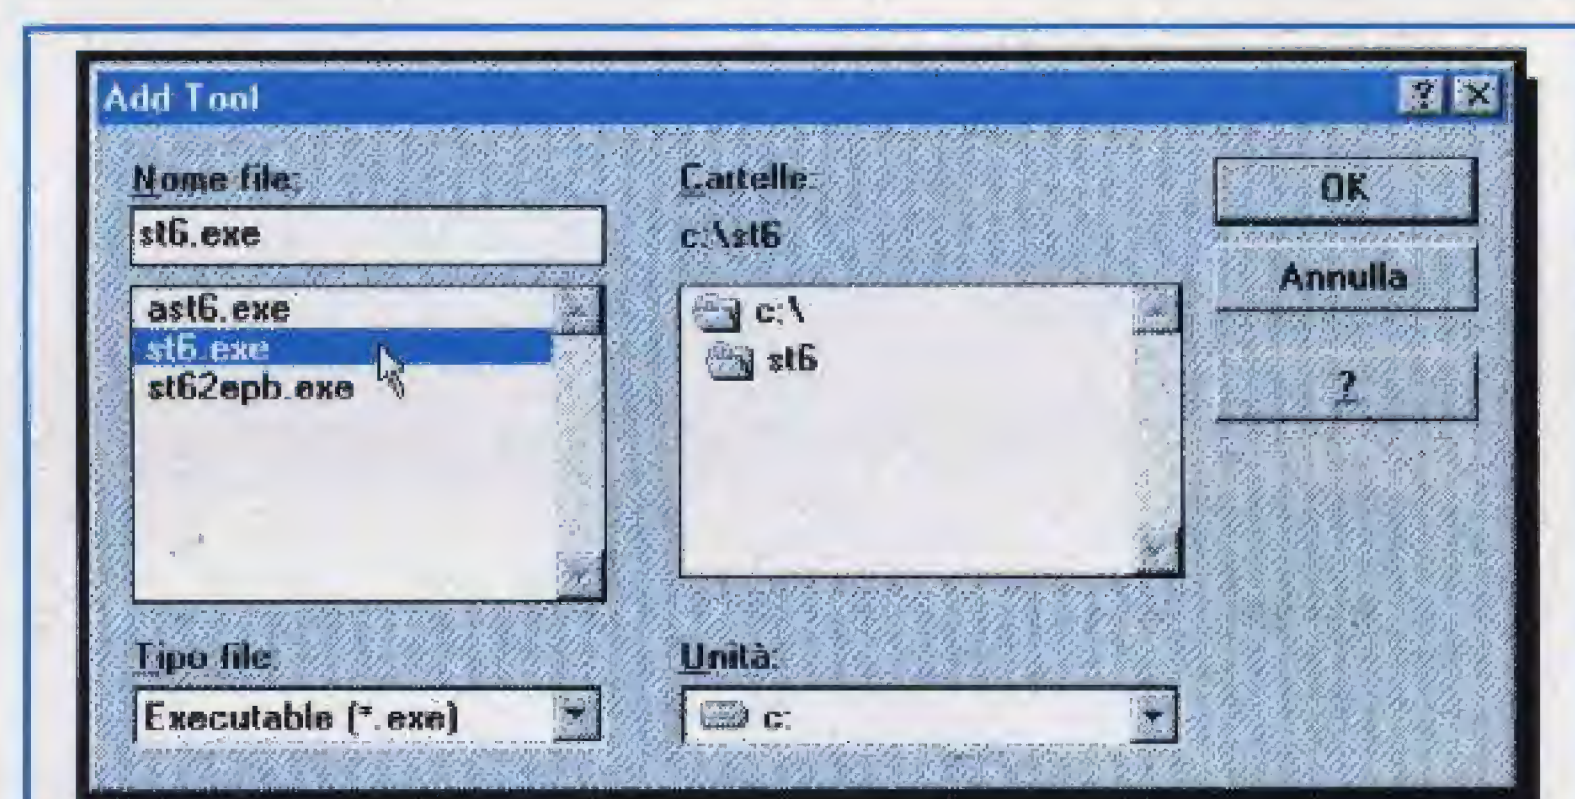

Fig.24 Selezionate il programma ST6.EXE.
- Nel riquadro a sinistra cercate il programma **ST6.EXE** (vedi fig.24) e selezionatelo, poi uscite cliccando su **OK**.